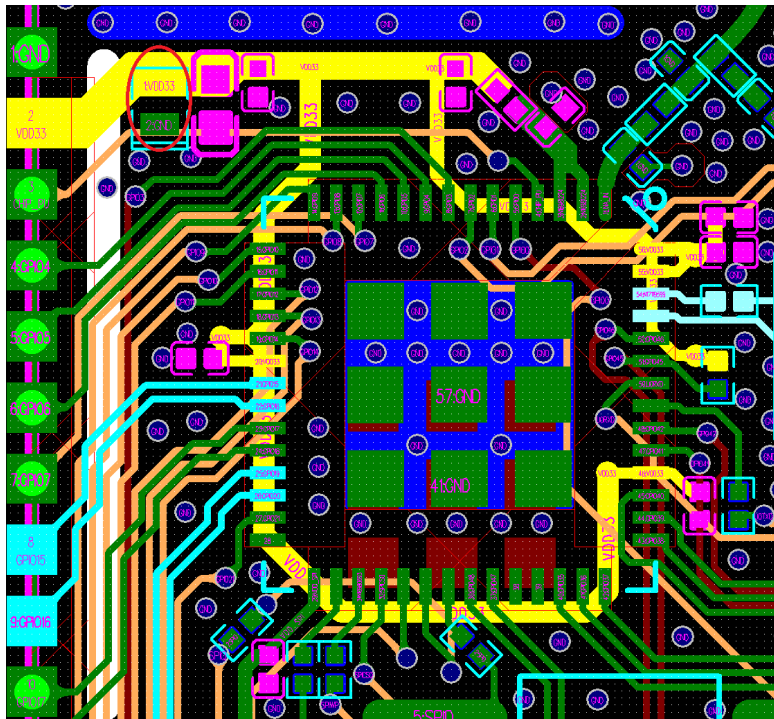

图 15: ESP32-S3 系列芯片四层板电源设计
- 图 15 中黄色高亮信号线即为 3.3 V 电源走线。主干电源走线的线宽建议至少 25 mil，模拟电源 VDD3P3 分支电源走线建议至少 20 mil，其他分支电源走线建议 10 mil。
- 图 15 左上半部分中红色圆圈标示的是 ESD 保护管，需靠近电源端口放置。电源走线进入芯片前需添加一个 10 μF 电容，该电容与 0.1 μF 电容搭配使用。而后电源走线可在此分支，进行星形走线，减少不同电源管脚之间的耦合。所有的去耦电容请靠近对应电源管脚放置，去耦电容的接地管脚请靠近打地孔，保证较短的返回路径。